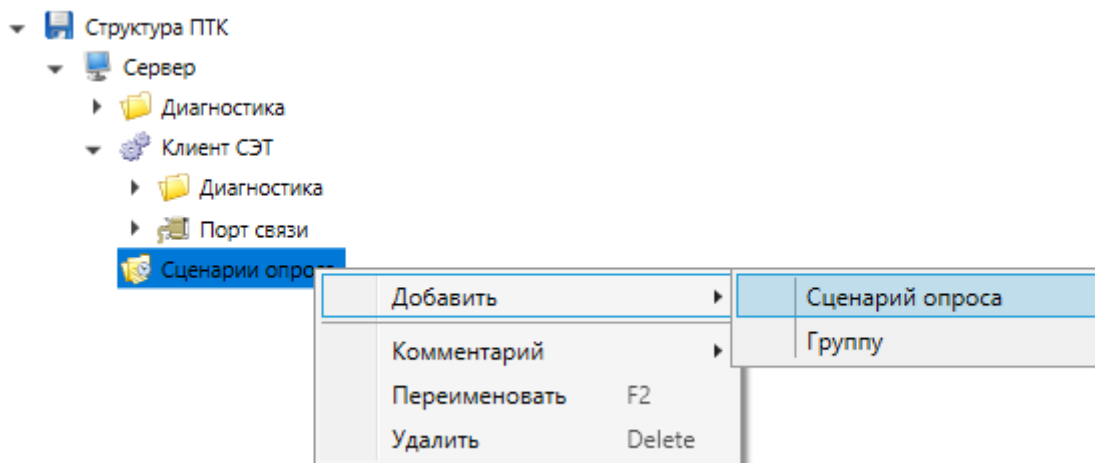

Рисунок 38 – Добавление сценария опроса
– командой **Добавить** → **Сценарий опроса** контекстного меню узла «Сценарии опроса» добавить сценарий опроса (рисунок 38);